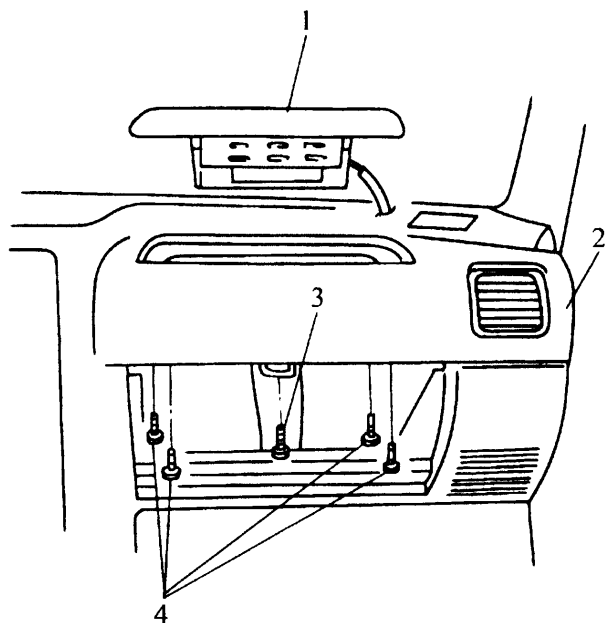

图 10-46 拆卸副驾驶员安全气囊模块
(1) 将点火开关置于 LOCK 位置，取下钥匙，戴上护目镜。
(2) 将前座椅和仪表板上所有松散物品取走。
(3) 断开驾驶员安全气囊模块连接器，副驾驶员安全气囊模块需在拆下仪表板上的杂物箱后拆下。
(4) 将引爆线束连接器接到转向柱底部的驾驶员安全气囊线束连接器上或接到副驾驶员安全气囊模块上，并用锁止卡子锁死连接器。
(5) 将引爆线引到汽车外面，确定汽车内外无人、无易燃品。
(6) 将引爆线束完全拉开至 10m 长。
(7) 在引爆线短接端附近放置电源，蓄电池即可。
(8) 用一块下垂的布盖住挡风玻璃和前门窗开启部位。
(9) 分开引爆线束上的两个香蕉插头，接至电源，即可引爆安全气囊，见图 10-46。
- (1) 拆下蓄电池负极电缆。
- (2) 脱开安全气囊系统。
- (3) 拆下副驾驶员安全气囊模块安装螺栓，拆下副驾驶员安全气囊模块，见图 10-46。